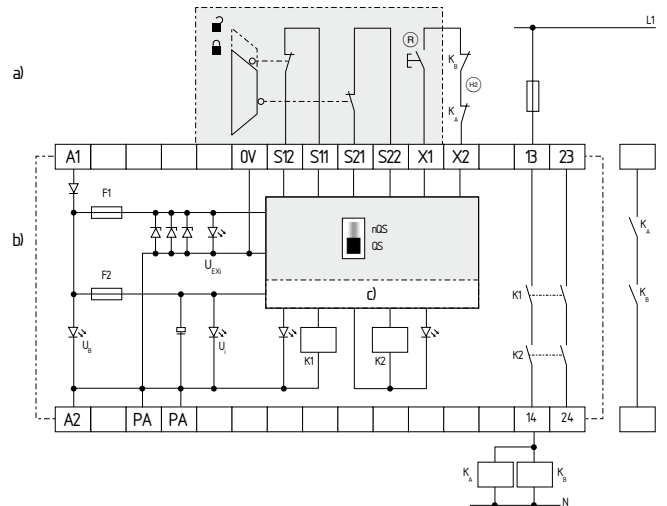

図6
2チャンネル制御、1つが強制隔離接点を持つ2個のポジションスイッチによるガード監視を示す；外部リセットボタン (R) 付き (図6)
- (R) = バックチェック回路